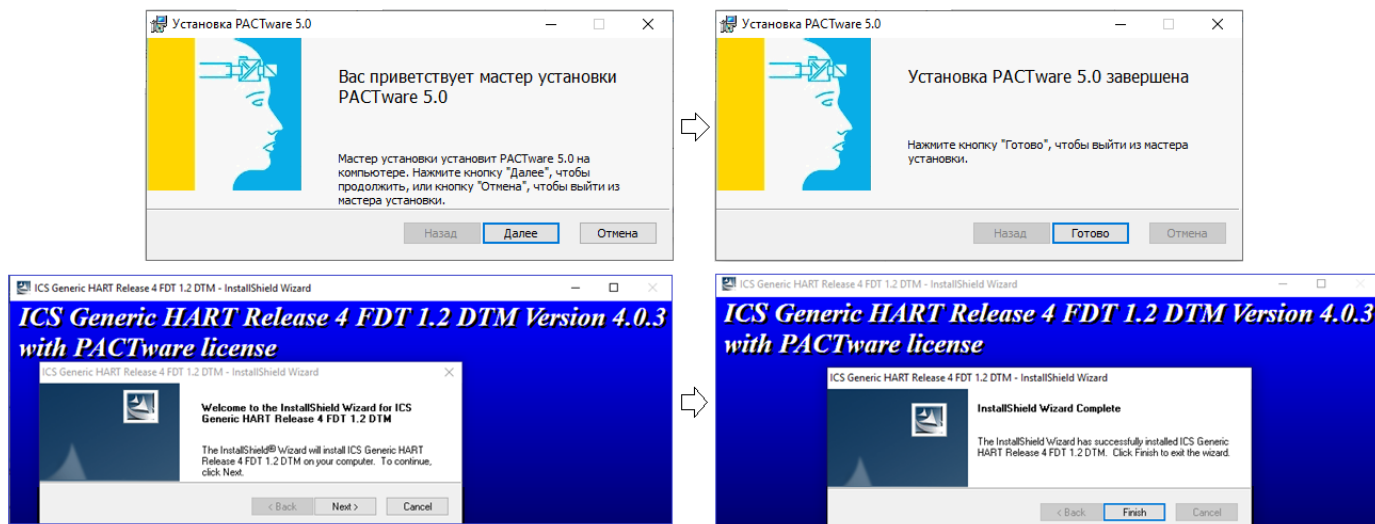

Рисунок 2 – Диалоговые окна мастера установки
- нажмите кнопку **Установить** и следуйте рекомендациям мастера установки. В большинстве случаев достаточно принять настройки установки, предлагаемые по умолчанию, последовательно нажимая кнопку **Далее** (Рисунок 2);